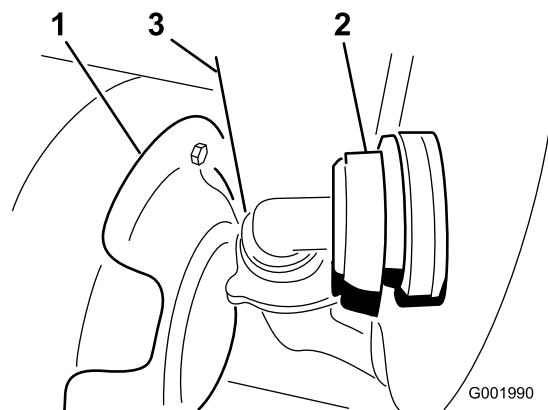

Figura 53
3. Retire a tubagem localizada em baixo na parte da frente do depósito (Figura 53).
**Nota:** Pode ser necessário fazer recuar a protecção contra o calor (Figura 53) quando retirar a tampa.
7. Ligue a tubagem na parte da frente do depósito (Figura 53).